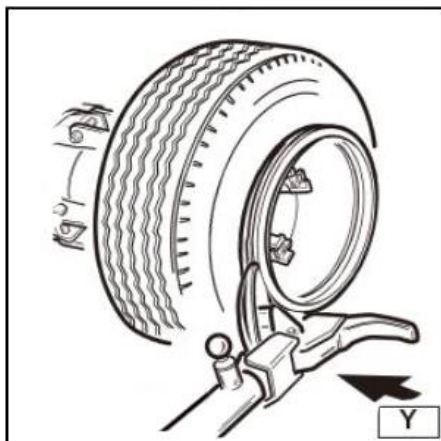

Рисунок 35
- Установите на обод при помощи ролика, как показано на рис. 35 разъемное кольцо, а затем стопорное.